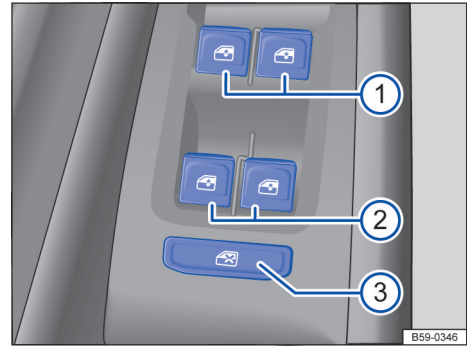

图 69 在驾驶员侧车门内：前部和后部车窗升降器的按钮
→ 图 69 的图例：
：安全按钮→ 图 69③ 停用后门车窗控制按钮。这时按钮中的黄色指示灯亮起。